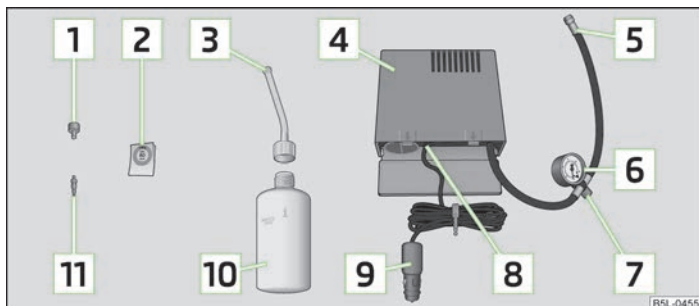

Fig. 160 Componentele setului
- ▶ Lipiți autocolantul [2] » fig. 160 la pagina 198 pe planșa de bord, în câmpul vizual al șoferului.
- ▶ Scuturați de câteva ori bine recipientul de umplere a anvelopei [10] » fig. 160 la pagina 198.
- ▶ Înșurubați bine furtunul de presiune [5] » fig. 160 la pagina 198 al compresorului de aer pe ventilul anvelopei.